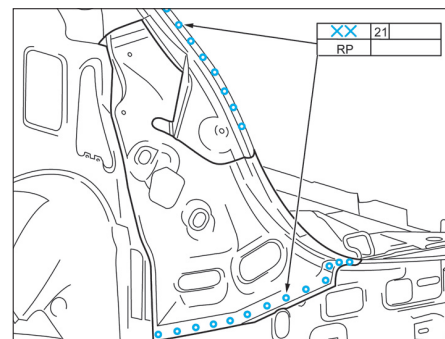
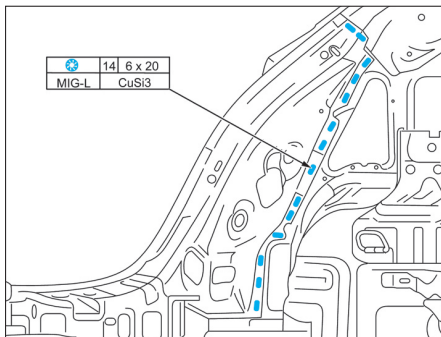

FIG. 119
FIG. 120
- Déposer, par perçage, le renfort de la tôle de feu arrière (Fig.119) et (Fig.120).
- Souder le renfort de tôle de feu arrière (Fig.119) et (Fig.120).